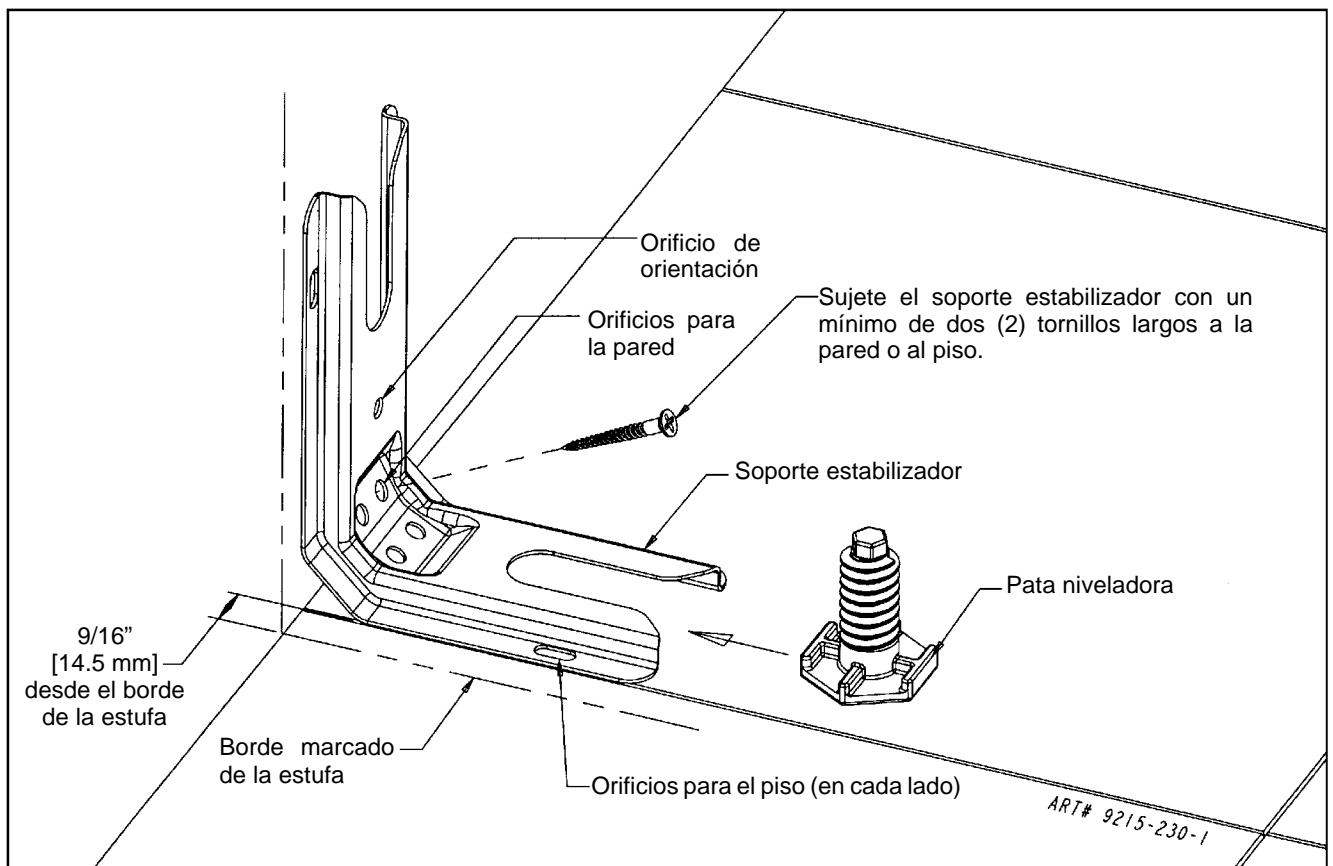
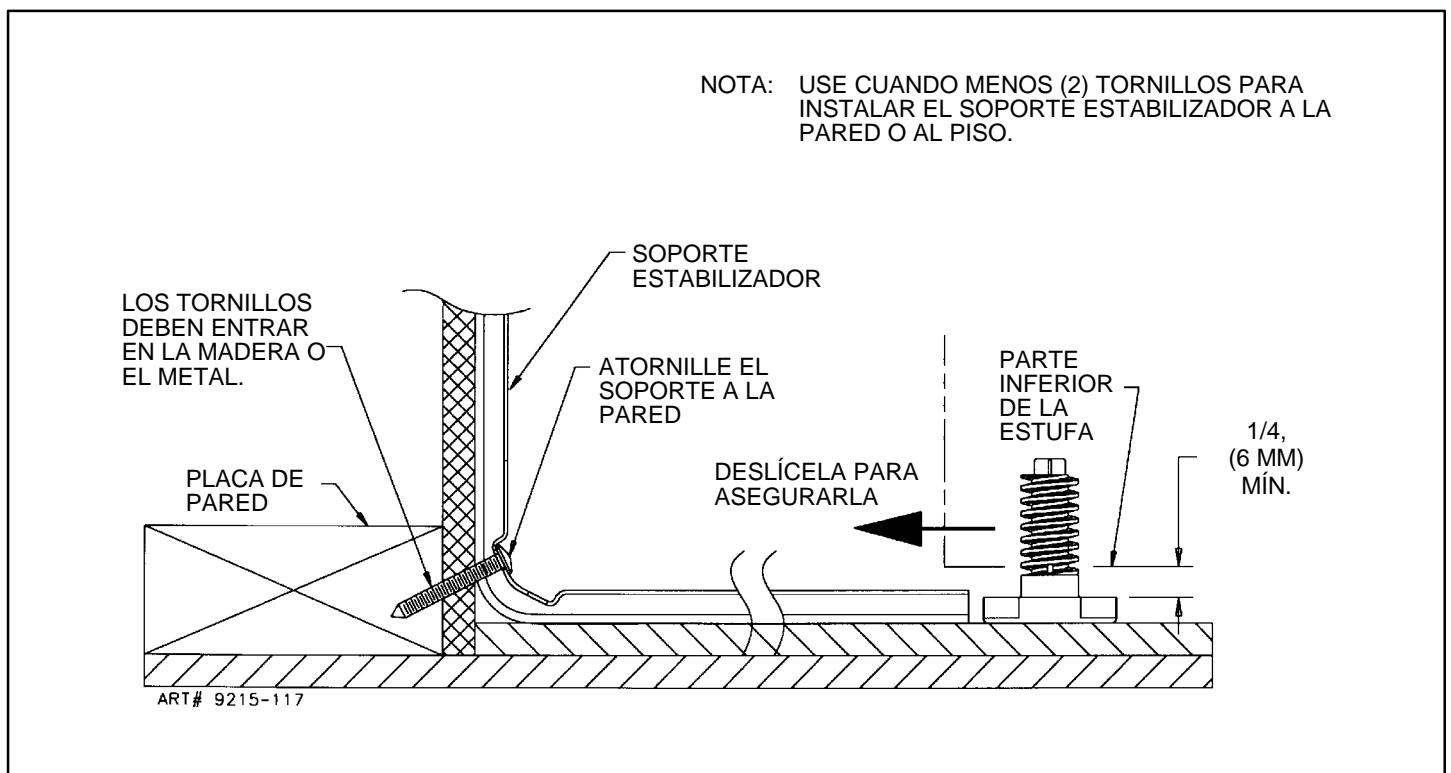

FIGURA 3
FIGURA 4
## **PASO 1 -Ubicación del soporte ESTABILIZADOR (vea la figura 3)**
- Coloque el SOPORTE del "BORDE" marcado a 9/16" (14.5 mm) del centro de la abertura y contra la pared posterior según se muestra en la figura 3, con el orificio de orientación hacia la pared.
- Use el soporte como plantilla y marque los orificios necesarios, según se muestra en la figura 3, para el tipo de construcción que se utilizará.
- Piso: Ubique el centro de los dos orificios que se identifican en la figura 3 como "ORIFICIOS PARA EL PISO". Taladre un agujero piloto de 1/8 (3 mm) en el centro de cada orificio (puede utilizarse un clavo o una lezna si no tiene una broca). Asegure el soporte ESTABILIZADOR al piso con los dos tornillos que se proporcionan. Continúe con el PASO 3.
- Pared: Ubique el centro de los dos orificios que se identifican en la figura 3 como "ORIFICIOS PARA LA PARED". Taladre un agujero piloto en ángulo de 1/8" (3 mm) en el centro de cada orificio según se muestra en la figura 4. (Puede utilizarse un clavo o una lezna si no tiene una broca). Asegure el soporte ESTABILIZADOR al piso con los dos tornillos que se proporcionan según se muestra en la figura 4. Continúe con el PASO 3.
**Nota:** Se requiere un espacio libre de cuando menos 6 mm (1/4 pulg) entre la estufa y la pata niveladora que se enganchará al soporte estabilizador (vea la figura 4).